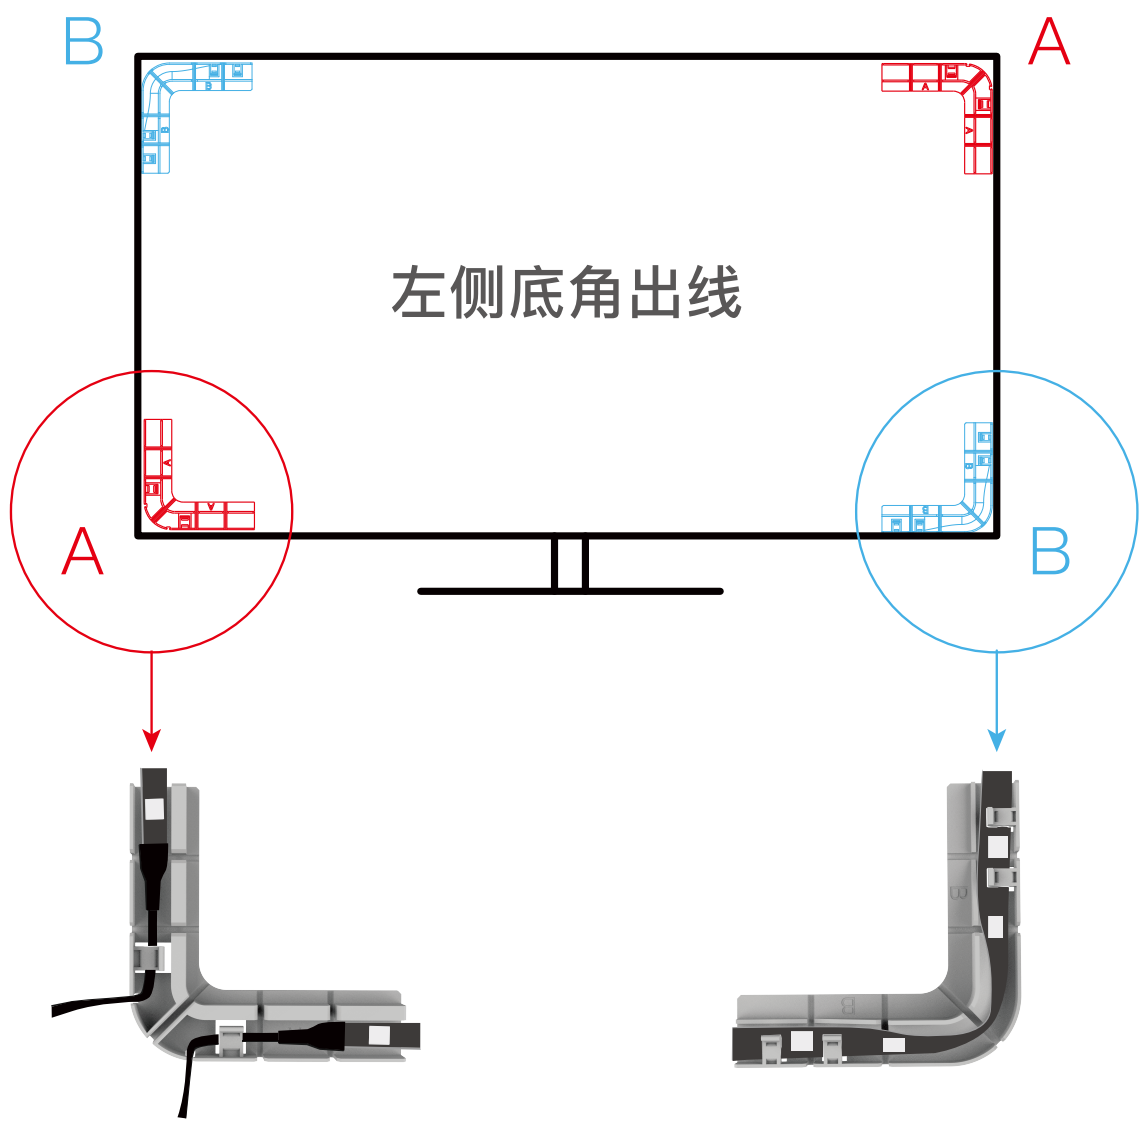
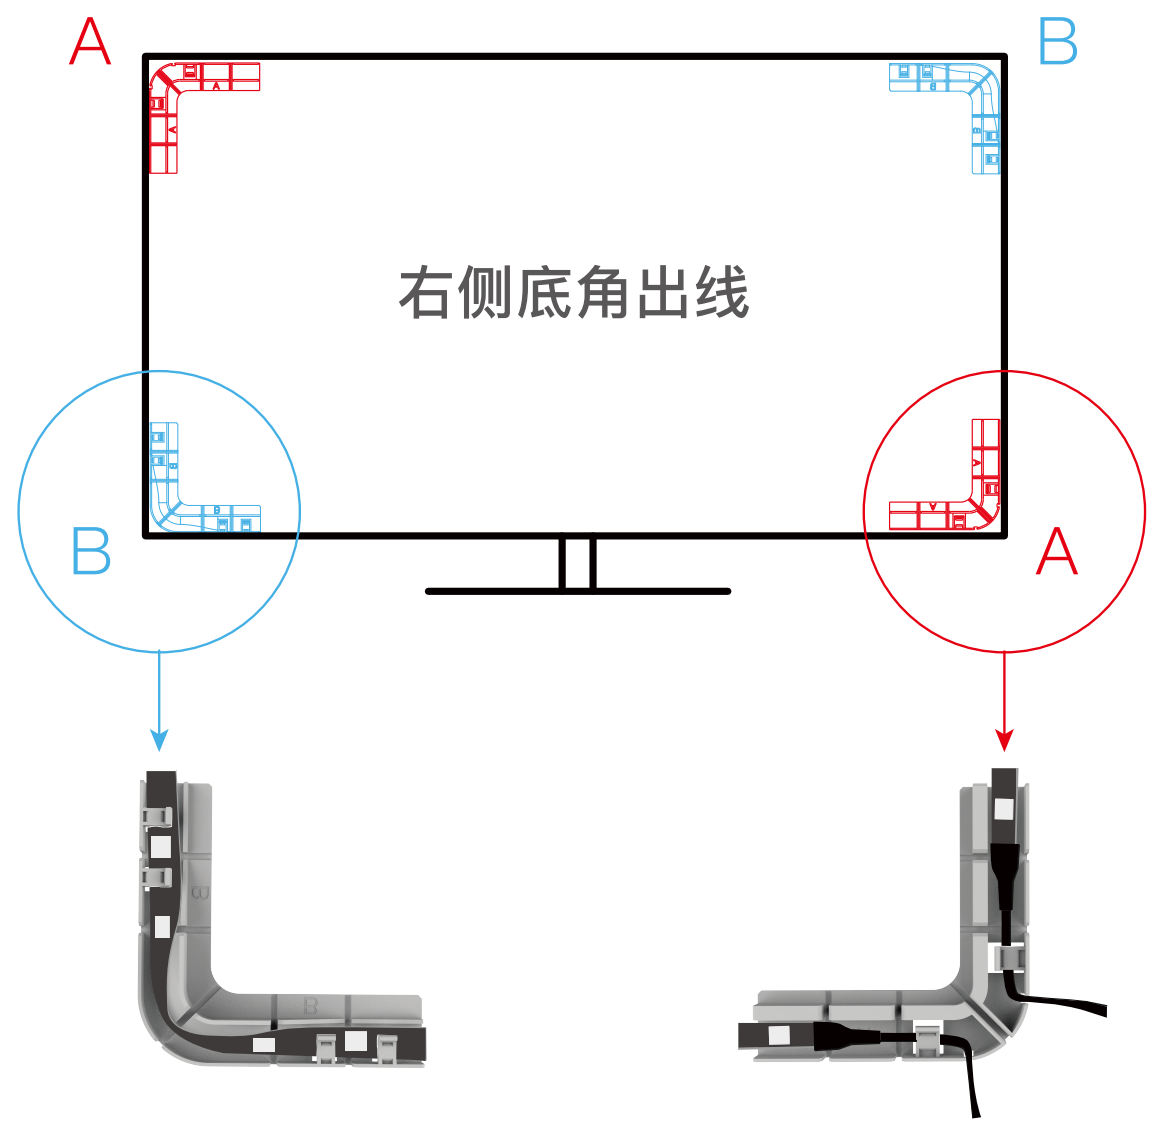
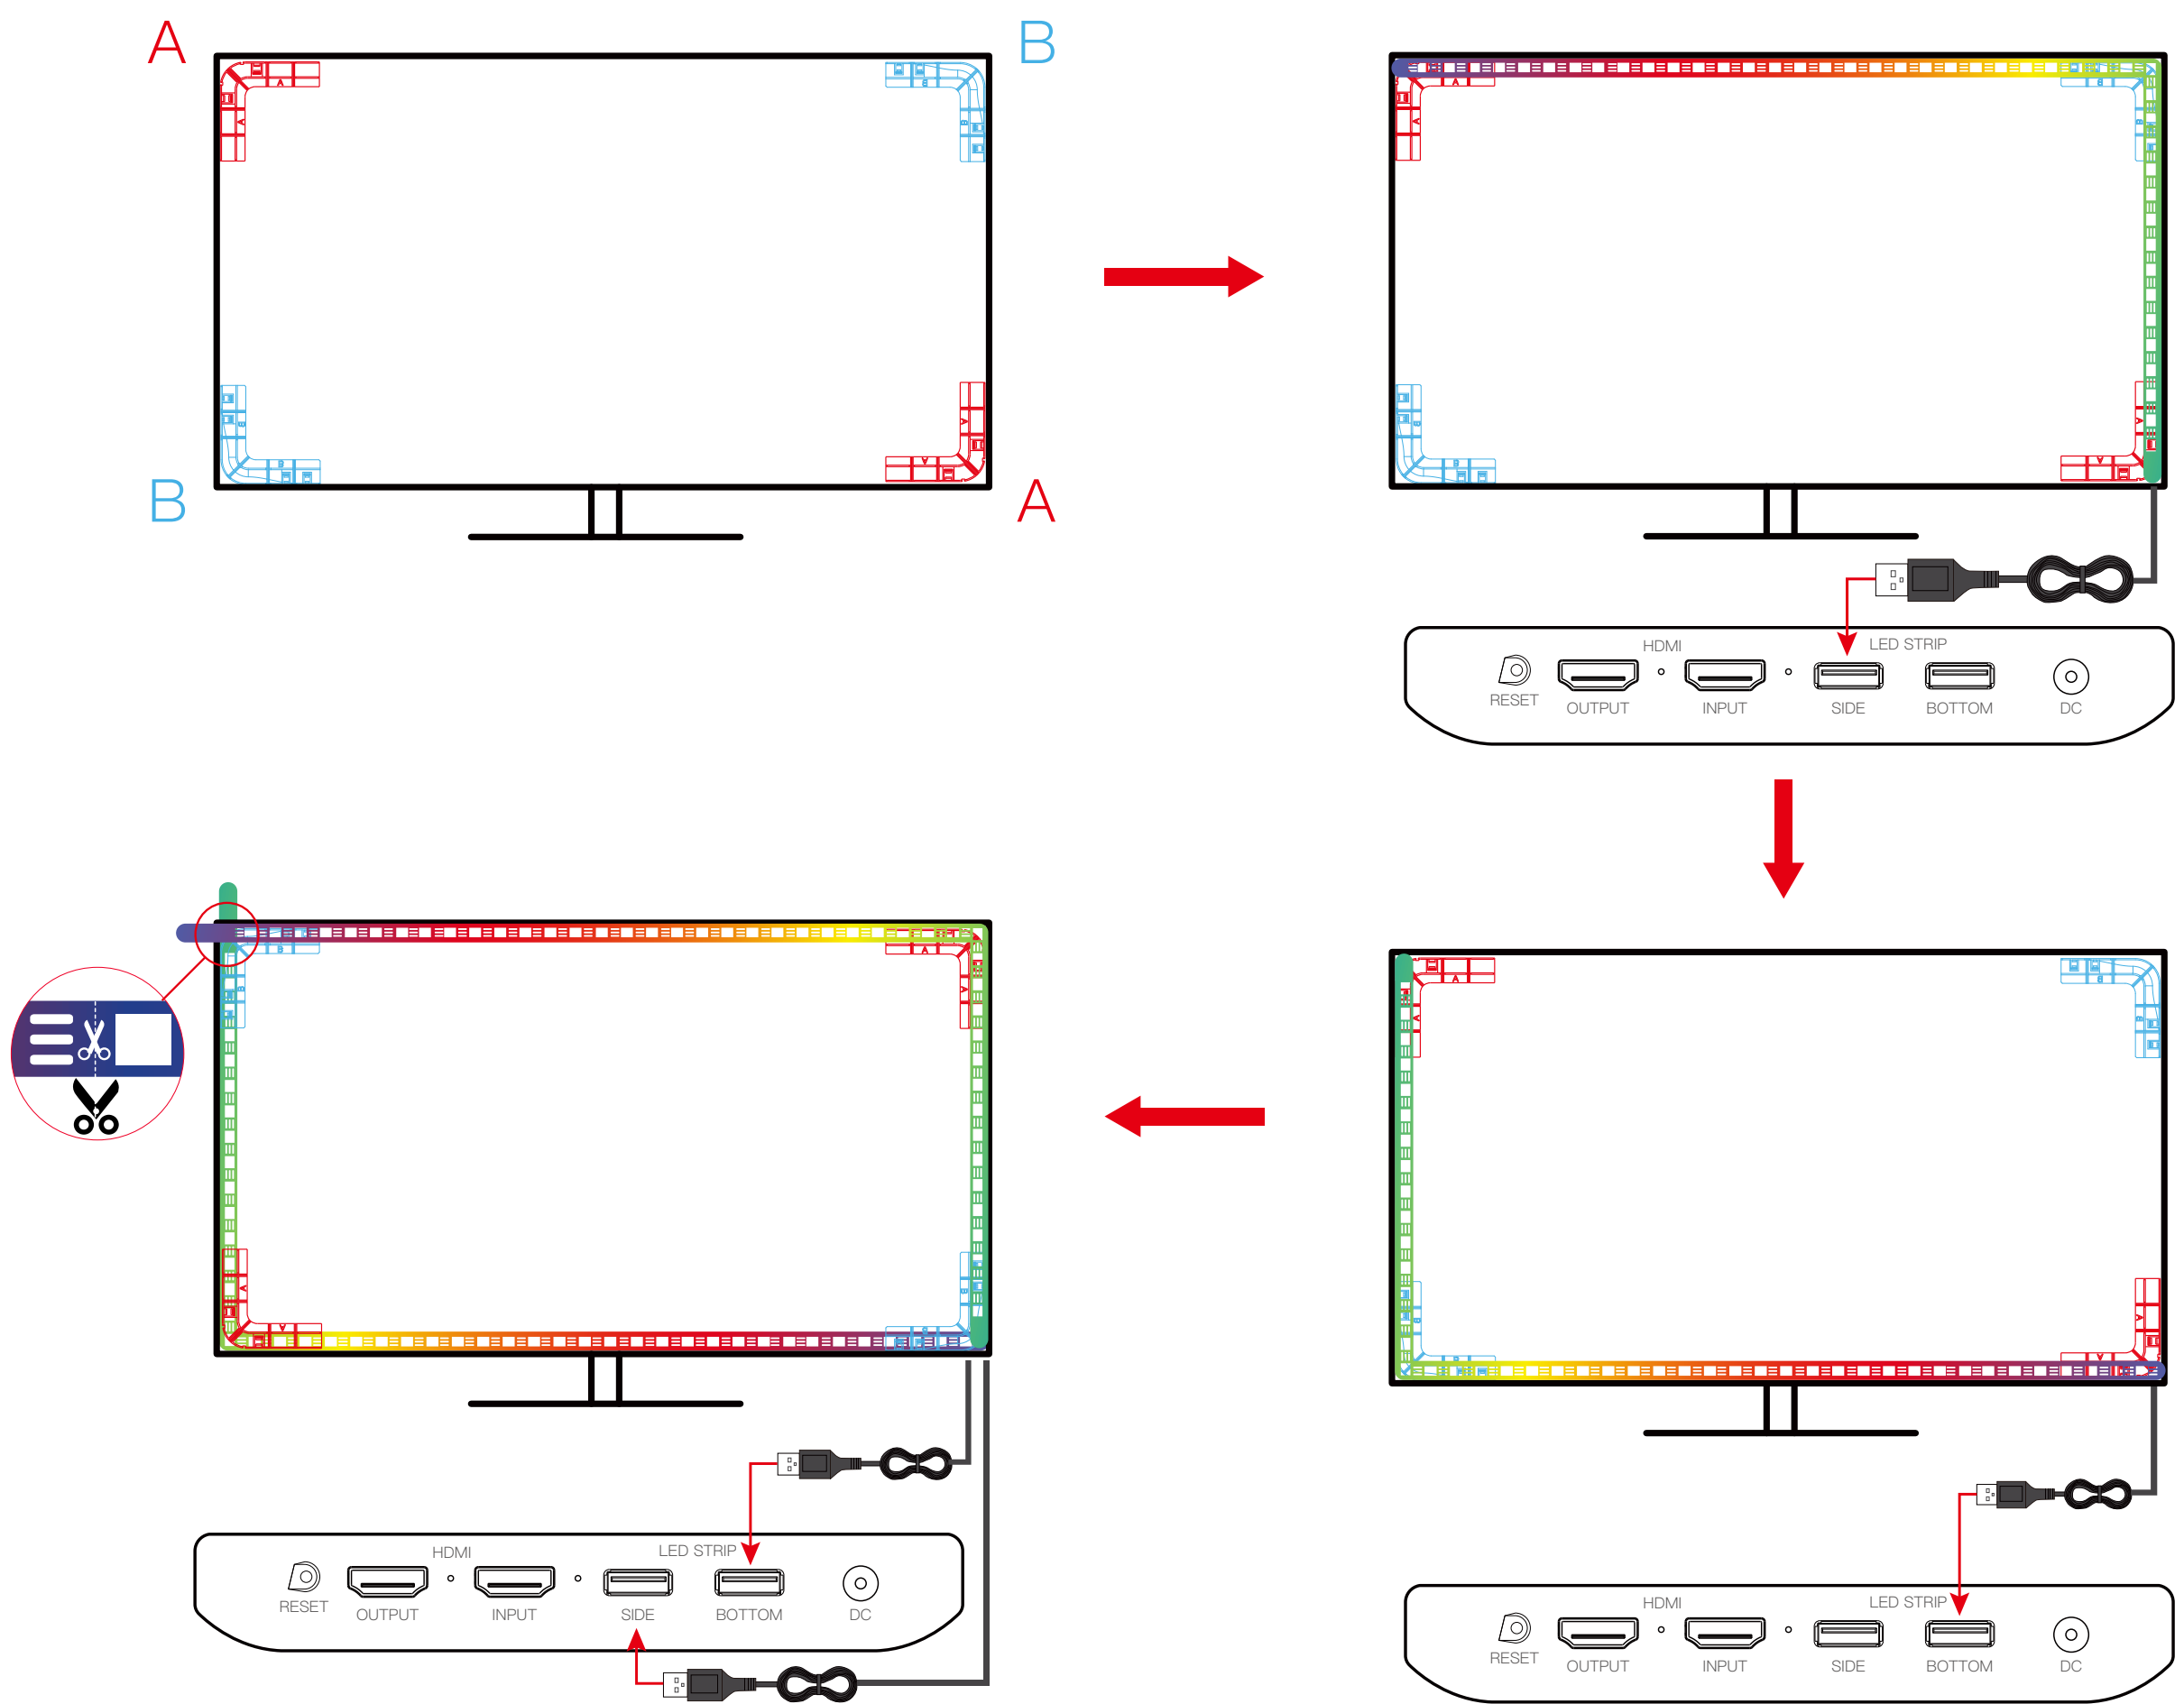
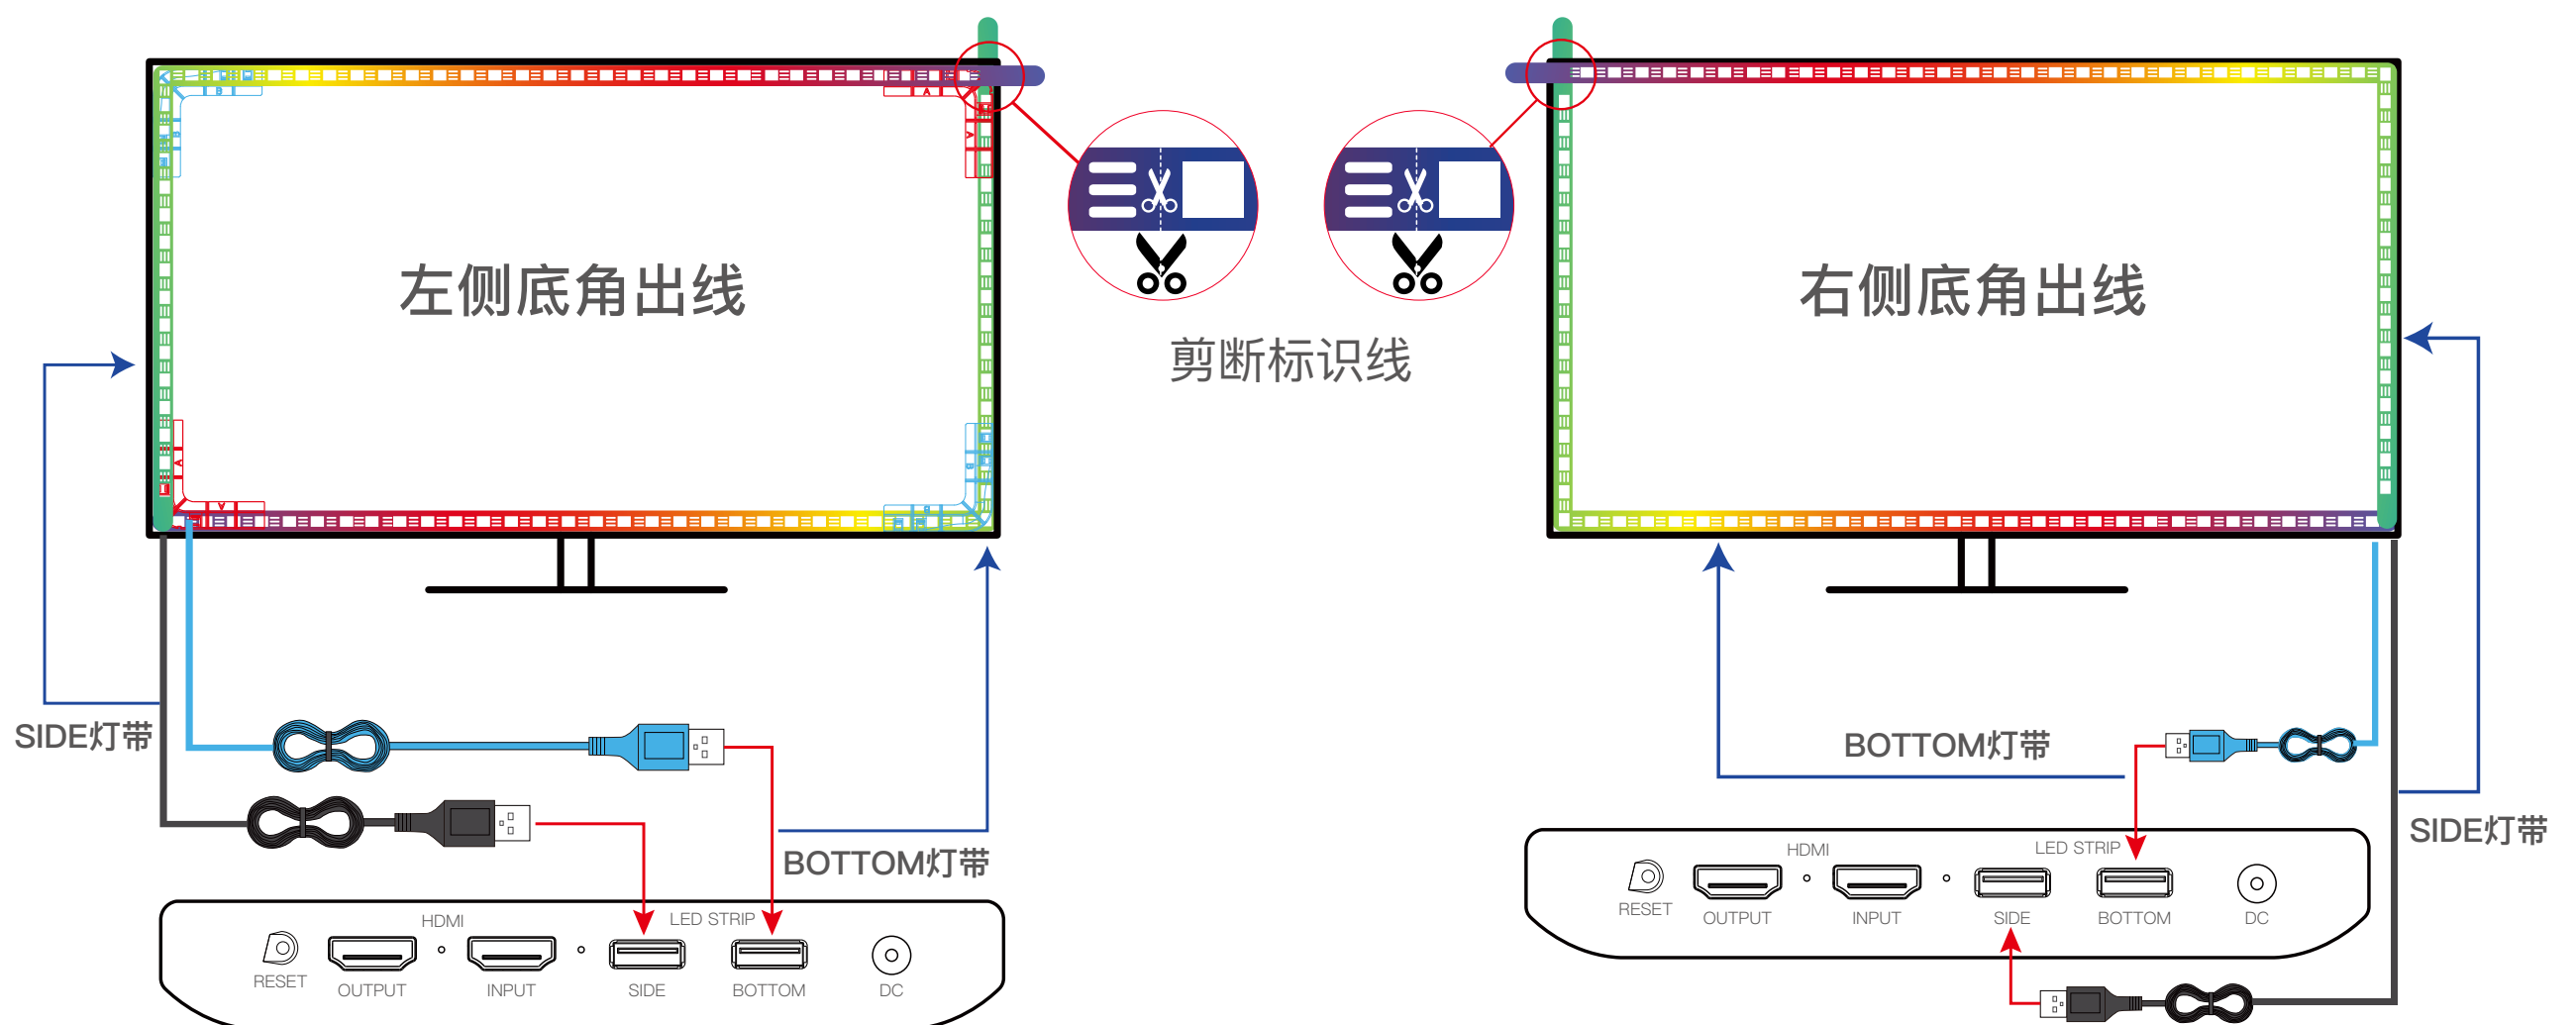

图1
图2
图4
图5
转角固定件分A和B两种，通过背面双面胶，先将A、B转角固定件（各2个）按指引粘贴于显示器背面四角（见图1、图2）；再通过灯带背面双面胶，将灯带粘贴于显示器四边；具有“左侧底角出线”（见图1、图3）和“右侧底角出线”（见图2、图4）两种粘贴方向，基于摆放喜好和便利选择其一操作皆可；如果灯带尾部超出显示器范围外，可以沿标识线剪去超出的那部分灯带。（见图5）。
② 连接控制盒
- b. 通电前先将2条灯带分别与控制盒USB接口连接好（见图5），BOTTOM灯带连接BOTTOM接口，SIDE灯带连接SIDE接口。